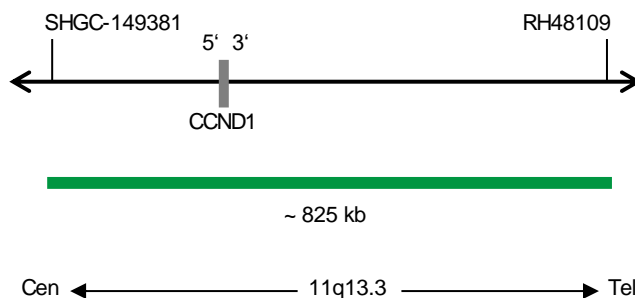

Fig. 1 : Carte de la sonde SPEC CCND1 (pas à l'échelle)
- Polynucléotides marqués au ZyGreen (excitation 503 nm/émission 528 nm) (~10.0 ng/ μ l), qui ciblent une séquence de 11q13.3* (chr11:69,203,885-70,031,240) hébergeant la région génétique CCND1 (voir figure 1).